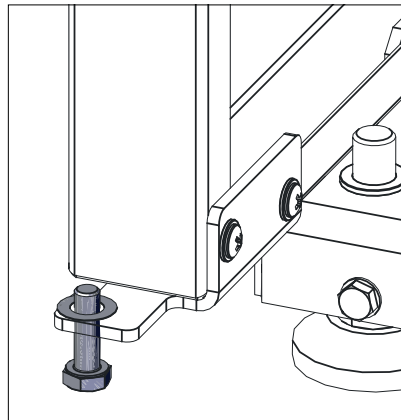

Fig. 92 Sechskantschraube ca. 5 mm einschrauben und Passscheibe auflegen
- ▶ Sechskantschraube M6x20 in Türlager unten ca. 5 mm einschrauben und 1 Stk. Passscheibe 14x0,2 auflegen – Fig. 92.